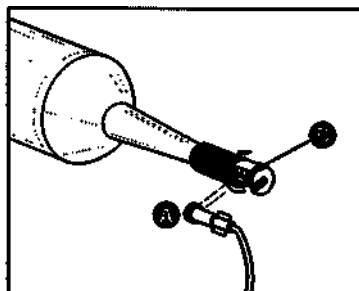

Рисунок 4-4-1 Присоединение трубки к шприцу
Для присоединения катетера или трубки к предварительно заполненному 125 мл шприцу или к 200 мл шприцу одноразового пользования при соблюдении асептических условий, введите втулку ② в щель ① замка люэра, затем поверните последний по часовой стрелке до обеспечения герметичного контакта втулки с кончиком шприца. См. рисунок 4-4-1.